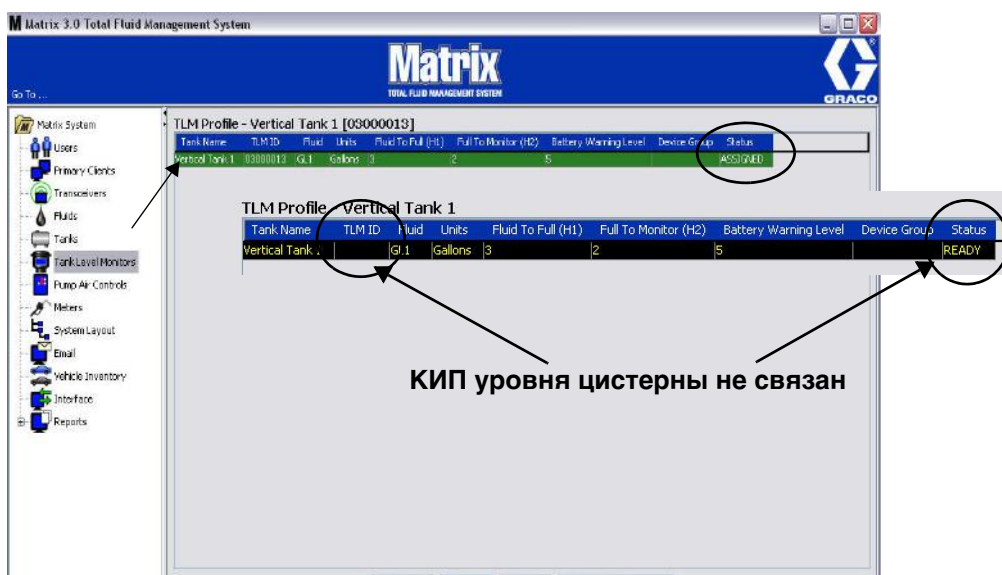

Рис. 109
- По заполнении сведений во всех полях, нажмите кнопку «OK» [OK] внизу окна «Add TLM Profile» [Добавить профиль КИП уровня цистерны]. Профиль добавлен в начало списка. Параметр «ASSIGNED» [НАЗНАЧЕН] в столбце «Status» [Состояние] подтверждает, что профиль полностью заполнен. Параметр «READY» [ГОТОВ] в столбце «Status» [Состояние] появится, если профиль не полностью заполнен. Обратите внимание, что поле «TLM ID» [ИД КИП] пустое (Рис. 109), т. е. КИП уровня цистерны не связан с системой Matrix.